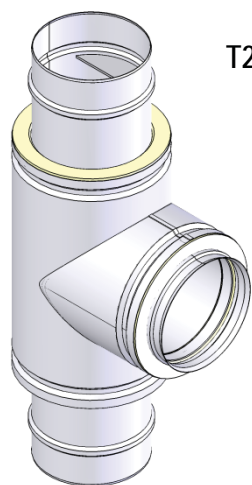
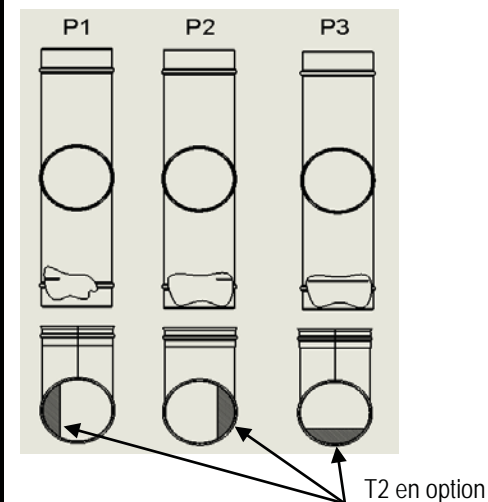

Figure 46
Figure 47
2) **Té de graisse T2 (Figure 46)**; té à extrémités mâle et femelle inversées qui couvre la plupart des configurations de barrage de rétention de graisse horizontales. Voir la **Figure 47** pour connaître la position du barrage.